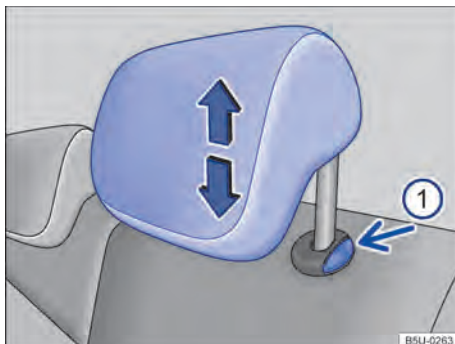

Fig. 46 Desinstalar o apoio para cabeça traseiro.
- Pressionar a tecla \Rightarrow Fig. 46 (B) no sentido da seta. Retirar o apoio para cabeça com a tecla pressionada.
- Empurrar o apoio para cabeça para baixo com a tecla \Rightarrow Fig. 46 (B) pressionada.